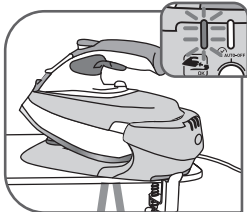
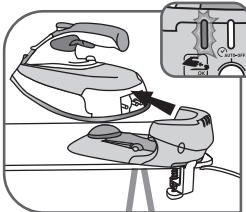

Fig.8
Fig.9
- Die grüne Leuchte – fig.8 am Bedienfeld auf der Rückseite der Station blinkt, um anzuzeigen, dass das Bügeleisen heizt. Wenn diese grüne Leuchte dauerhaft leuchtet – fig.9, ist das Bügeleisen bereit zum Bügeln.
- Grüne Kontrollleuchte blinkt: Das Bügeleisen heizt auf – fig.8.
- Grüne Kontrollleuchte leuchtet: Das Bügeleisen ist betriebsbereit – fig.9.